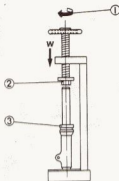

Bild 181
- Gabelstandrohr (7) in die geschützten Backen (Holz, Gummi, Aluminium) eines Schraubstocks einspannen.
- Gummikappe (17) mit Schraubenzieher abheben.
- Verschlussstopfen (19) mit Schraubenzieher etwa 1 mm weit nach unten (weiter geht es nicht) drücken (Heller einsetzen!) Mit Reissnadel und kleinem Schraubenzieher Sprengung (18) ausbauen.
- Durch die Federkraft der unter Vorspannung stehenden Gabelfedern (8 und 9) rutschen die Bauteile 19 mit aufgezo-genem Gummiring 20 heraus. Kurze Feder (8) und lange Feder (9) entspannen sich dabei. Vorsicht, bei plötzlicher Entspannung fliegen die Bauteile in hohem Bogen meist an Stellen der Werkstatt, wo man sie nur schlecht wiederfindet!
- Kurze Feder (8), lange Feder (9) und zwischen beiden Federn liegenden Federteller (21) aus Gabelstandrohr herausnehmen. Der Federteller (21) hat die Form einer Scheibe $20 \times 27,5 \times 1,5$ mm.
- Staubdichtung (3) mit Schraubenzieher aus ihrem Sitz herausheben und über das Standrohr hinweg abnehmen.
- Federstahl-Klemmring (4) unter der Staubdichtung vorsichtig aus seiner Nut heraushebeln.
- Trick zum Ausbau der Wellendichtung (5): lange Feder (9) einsetzen, Rohr bis oben mit Öl füllen. Verschlussstopfen (19) mit aufgezo-genem O-Ring einbauen und mit Sprengung (18) sichern.
- Wenn Körperkraft allein nicht reicht, um genügend hohen Druck zu erzeugen, mit einfachen Mitteln eine Spindelpresse bauen, die nach dem Prinzip im Bild 181 arbeitet.